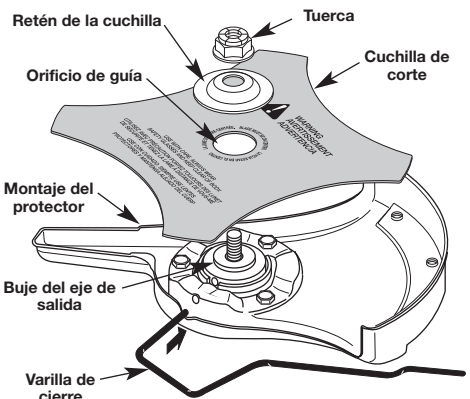

Fig. 13
1. Coloque la cuchilla de corte en el buje del eje de salida (Fig. 13).